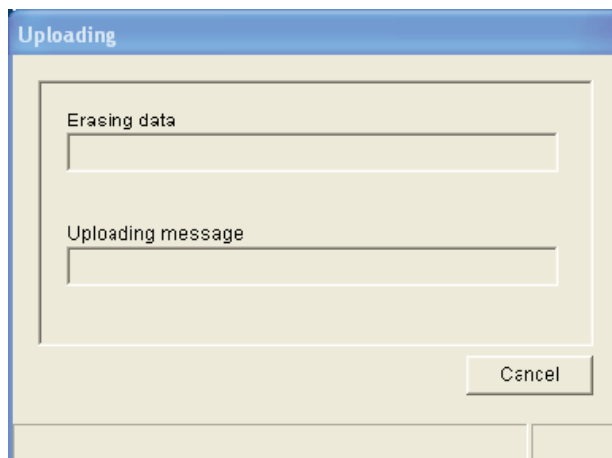

рисунок 8.16: Загрузка данных в недельный таймер Plena
- 2 Щелкните по Upload configuration. Появится следующее окно (см. рисунок 8.16), показывающая, что происходит загрузка. Когда загрузка будет выполнена, это окно закроется.